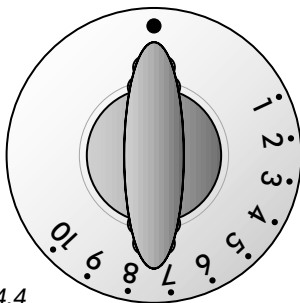

Fig. 4.4
L'afflusso del gas al bruciatore è regolato da un termostato (fig. 4.4) che ha la funzione di mantenere costante la temperatura all'interno del forno. Ciò è ottenuto per mezzo di un bulbo, posto all'interno del forno, che deve essere sempre posizionato correttamente nel suo alloggiamento e deve essere sempre mantenuto pulito per effettuare il corretto rilevamento della temperatura.
I numeri da 1 a 10, stampigliati sulla ghiera della manopola del termostato "gas" (fig. 4.4) indicano in modo crescente il valore della temperatura del forno come indicato nella tabella in calce.
- 3 - Premere a fondo la manopola del termostato gas (fig. 4.4) e tenendola sempre premuta ruotarla in senso antiorario fino alla posizione 10 (fig. 4.3).
- 5 - Regolare la manopola del termostato gas (fig. 4.4) sulla temperatura desiderata.